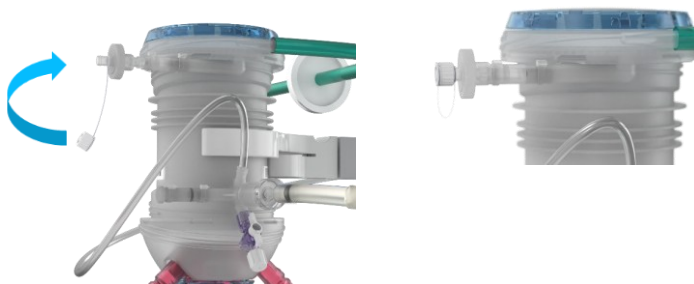

Figura 23 Puneți capacul pe orificiul de evacuare a aerului
- Puneți capacul alb pe oxigenator (Figura 23).